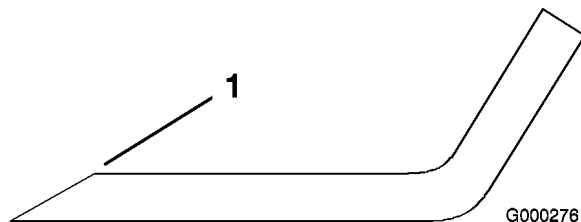

Figura 82
1. Affilate i taglienti da entrambe le estremità della lama con una lima (Figura 82). Rispettate l'angolazione originale. La lama conserva il proprio equilibrio soltanto se viene rimossa una quantità uguale di materiale da entrambi i taglienti.